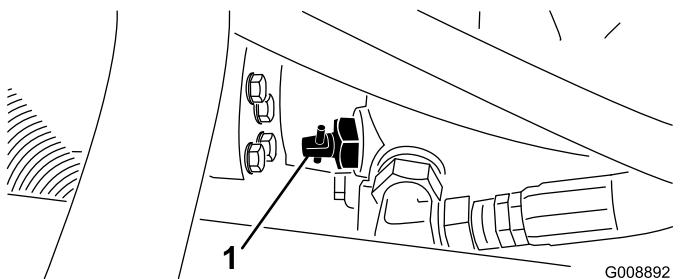

Figura 44
1. Localice la válvula de desvío en la bomba (Figura 44) y gírela 90°.